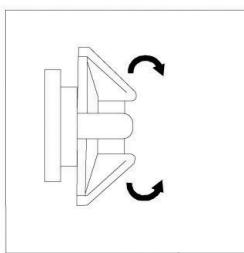

Рис. 6
7.8 Регулировка ленты - наголовника. Для изменения длины ленты-наголовника, поверните вращающуюся шестерню в регуляторе вправо или влево в зависимости от того, что вам необходимо ослабить или затянуть ленту - наголовника (рис. 6).